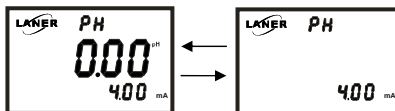

图 7-20
1、正常测量状态下按 SET 键，进入 4~20mA 输出范围设置状态，如图 7-20 显示即可进行输出范围起始值调整，设定点以下数值均输出 4mA。